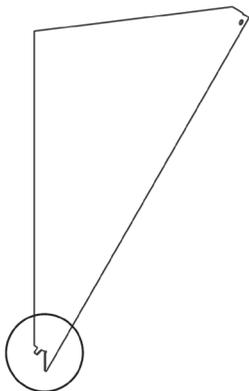

Рис. 21
1. Возьмите треугольную вставку и с помощью плоскогубцев отогните монтажный язычок в основании вставки на 45° (Рис.21).